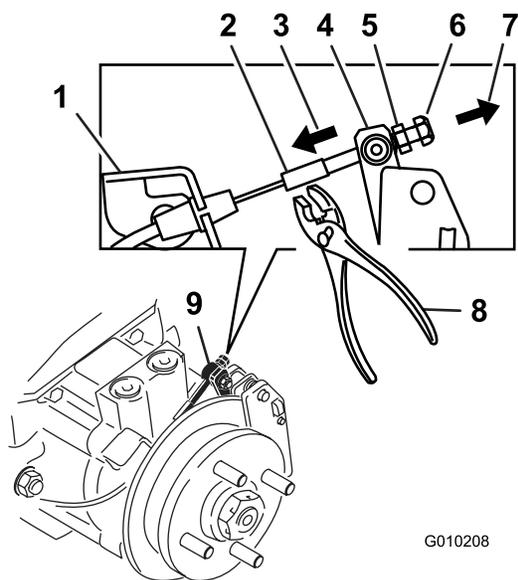

Figure 72
9. En vous servant uniquement de vos doigts et de vos mains, poussez le bras du levier d'étrier pour engager les plaquettes de frein sur le disque jusqu'à l'arrêt du levier (Figure 72).
10. Maintenez le levier en position d'arrêt d'une main et, à l'aide de l'autre main, tendez l'extrémité du câble fileté à travers le pivot. Vissez l'écrou standard contre le pivot (Figure 72).